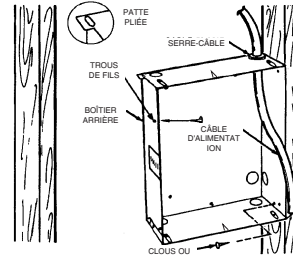

Figure 1
1. Déterminez quel côté du boîtier arrière doit être placé contre un poteau mural, et courbez les pattes aux angles arrière à 90° de façon à ce que le boîtier arrière soit d'équerre avec le poteau après l'installation. (Voyez la Figure 1).
3. Positionnez le boîtier arrière contre le côté d'un poteau mural et fixez-le avec des clous ou des vis comme c'est montré en Figure 1.
**REMARQUE** : Des avant-trous pour vis de tôle de #8 ont été fournis sur les côtés du boîtier arrière. Une fois que la finition de mur aura été posée, enfoncez une vis de tôle de #8 (M4) (de longueur recommandée de 1" ou 25 mm) au travers du côté du boîtier qui n'est pas fixé au poteau mural. Cela empêchera le boîtier arrière d'être extrait au moment de l'installation du radiateur (Voyez la Figure 1).